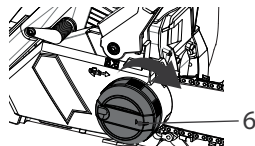
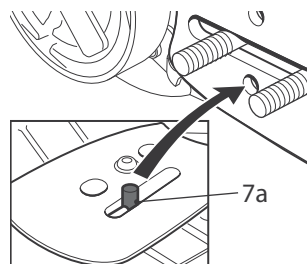
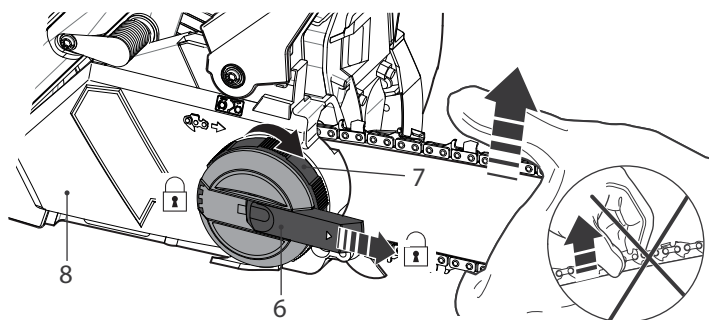

Fig. 8
Fig. 9
Fig. 10
- > Remettez le couvercle [8] en place et serrez légèrement la molette de verrouillage [6] (Fig. 8). Assurez-vous que la goupille de tension [7a] est bien insérée dans le trou inférieur du guide-chaîne (Fig. 9).
- > Débloquer le collier de tension [7] tout en faisant glisser le levier de blocage [6] (fig. 8).
- > Tournez le collier de tension [7] jusqu'à ce que les maillons d'entraînement touchent juste le bord inférieur du guide-chaîne [4] (Fig. 10).
- > Verrouillez le couvercle [8] en tournant la molette de verrouillage [6] (Fig. 10). Retourner le levier de blocage [6] (fig. 8) à la position fermée et s'assurer qu'il bloque correctement le collier de tension.